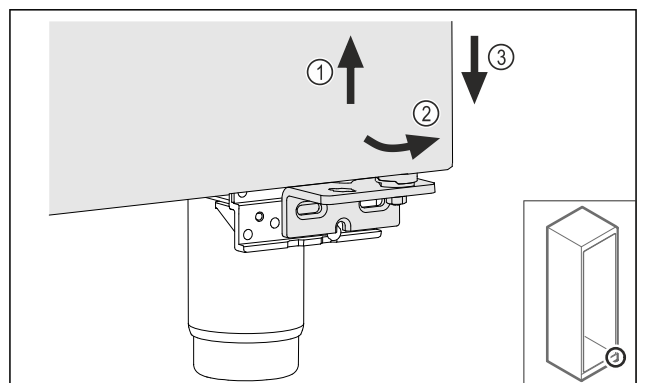

Fig. 23
- Tür leicht anheben Fig. 23 (1), unten nach vorne kippen Fig. 23 (2) und absenken Fig. 23 (3).